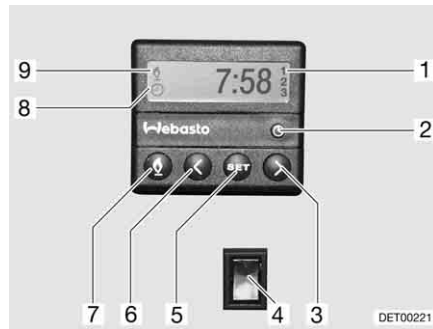

Bild 188 Kontrollenhet för motorvärme
- Tryck ner knapp (Bild 188,7). Värmedriften indikeras av symbolen (Bild 188,9). Fläkten startas först när kylmedelstemperaturen uppgår till 30 °C.
- Tryck ner knapp (Bild 188,7). Symbolen (Bild 188,9) slocknar.
- Vippkontakten (Bild 188,4) trycks in nedtill. Motorn förvärms. Fläkten startas direkt.
- Vippkontakten (Bild 188,4) trycks in upptill. Motorn värms inte upp.
- Tryck ner knapp (Bild 188,2). Tidsinställningen indikeras genom symbolen (Bild 188,8).
- Ställ klockan med knapparna (Bild 188,3 och 6).
- Tryck ner knapp (Bild 188,5).
- Ställ in starttiden inom 10 sekunder med knapparna (Bild 188,3 och 6).
- Tryck på knappen (Bild 188,5) tills önskat programnummer (Bild 188,1) visas på displayen.